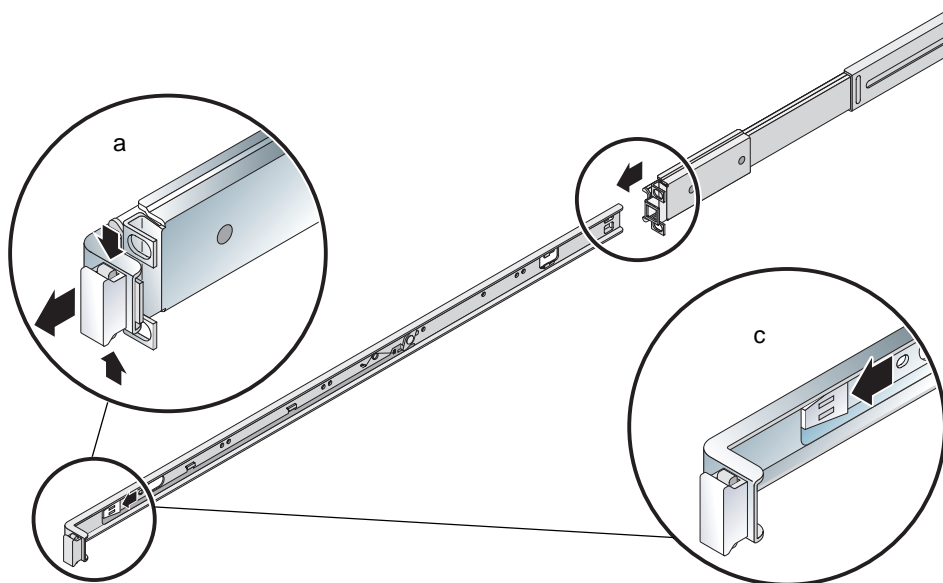

ABBILDUNG 2-1 Herausnehmen der inneren Gleitschiene aus dem Schienenset
1. Nehmen Sie die inneren Gleitschienen aus den Schienensets heraus. Weitere Informationen dazu finden Sie in ABBILDUNG 2-1.
- c. Lösen Sie die innere Gleitschiene aus ihrer Sperrposition, indem Sie die Sperrvorrichtung an der Innenseite der Gleitschiene ziehen. Weitere Informationen dazu finden Sie in ABBILDUNG 2-1.